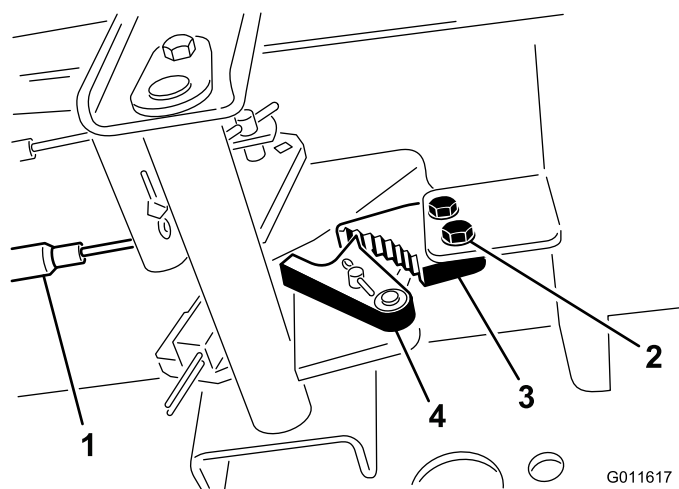

Figure 74
1. Desserrez les 2 vis qui fixent le cliquet du frein de stationnement au châssis (Figure 74).
2. Appuyez sur l'avant de la pédale du frein de stationnement jusqu'à ce que le verrou s'engage complètement sur le cliquet du frein (Figure 74).